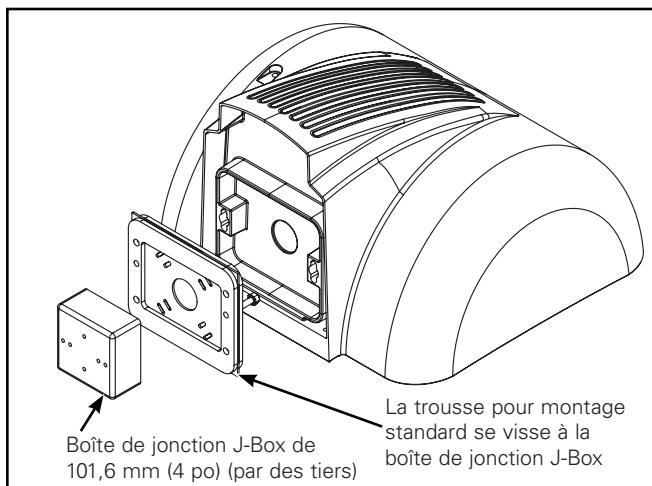

Figure 1. Montage standard
1. montage standard: se monte à toute boîte de jonction standard de 101,6 mm (4 po) (inclus avec tout luminaire) (Figure 1).